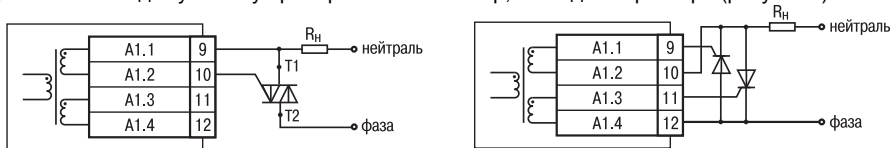

Рисунок 5
3.1.1.5 **Импульсный трансформатор** имеет две вторичные обмотки, что позволяет подключать к каждому каналу прибора либо симистор, либо два тиристора (рисунок 5).